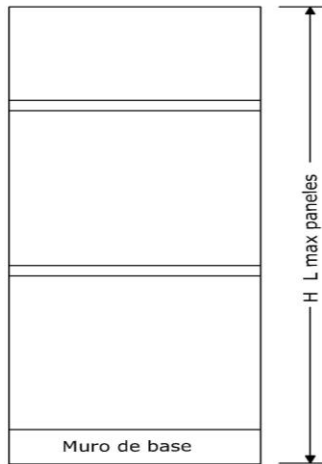
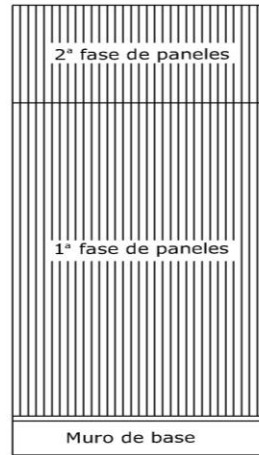

Fig. 9
Fig. 10
4.3.10 En el caso que las fachadas de los edificios tengan una altura superior a la longitud máxima de producción de nuestros paneles (12.00m) (Fig. 9), se tiene que proceder por fases. La altura total del edificio será subdividida en un número de fases de los paneles (Fig. 10 y 11) obteniendo la altura querida por el constructor hasta el cumplimiento de la superficie total.